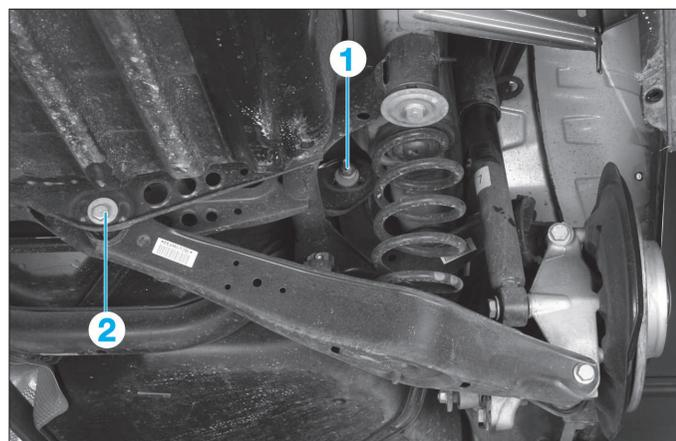

FIG. 2
Le carrossage se règle en tournant l'excentrique (1) du bras transversal supérieur (Fig.2).
Le parallélisme se règle en tournant l'excentrique (2) (Fig.2).